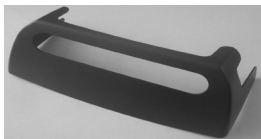

Рис. 1 Солнцезащитный козырек
- Желательно подобрать такое место установки, чтобы корпус БК и его дисплей не давали бликов на ветровое стекло при ярком солнечном свете и в ночное время. В комплект БК входит солнцезащитный козырек (рис. 1), который также устраняет блики от дисплея БК в ночное время. При удачно выбранном месте установки БК солнцезащитный козырек не потребуется.